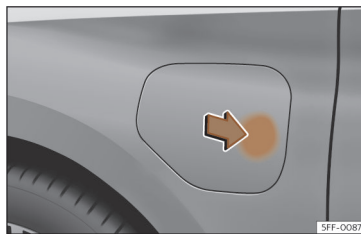

Fig. 59 Abertura da tampa da tomada de carregamento.
- Com o veículo desbloqueado, ao pressionar sobre a zona indicada da tampa de carregamento da bateria, esta abre-se >>> Fig. 59.